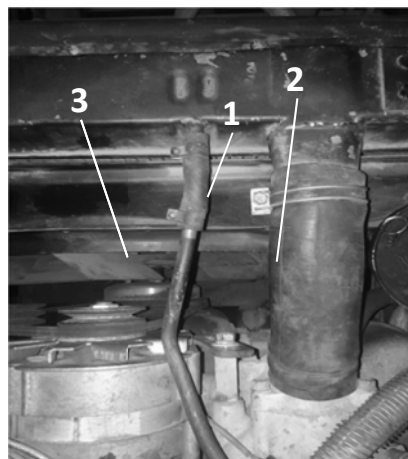
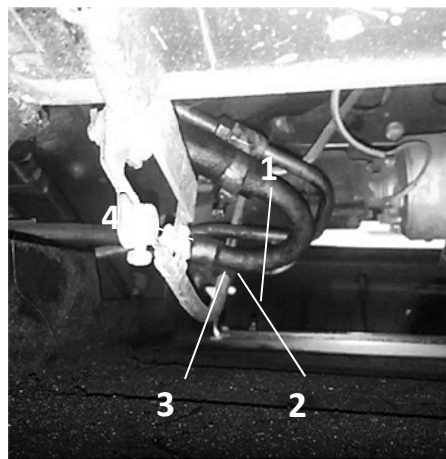
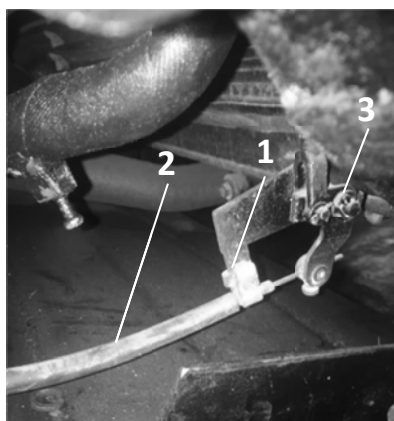

Рис. 4.7. Верхний патрубок радиатора:
Рис. 4.8. Тяга крепления радиатора:
Рис. 4.9. Привод жалюзи радиатора:
<p>13.3. Ослабьте хомут 1 (рис. 4.7), отсоедините от радиатора патрубок 2 и пароотводящую трубку 3</p> <p>13.4. Отсоедините крепления кронштейна, шланга и снимите заливную воронку теплообменника предпускового подогревателя</p> <p>13.5. Отсоедините от радиатора шланг 1 (рис. 4.8) отопителя. Выверните болт 2 (правый) крепления масляного радиатора гидроусилителя рулевого управления. Отверните гайки 3 и 4 тяги крепления радиатора и снимите ее вместе с чашками, резиновыми подушками и распорными втулками</p> <p>13.6. Выверните второй болт 1 (рис. 4.9) крепления масляного радиатора гидроусилителя рулевого управления. Выверните болты 3 кронштейна и расшплинтуйте поводок 2 привода жалюзи</p>	<p>Отвертка</p> <p>Ключ 13 мм, отвертка</p> <p>Отвертка, ключи 13, 17 мм, накидной ключ 17 мм</p> <p>Ключи 10, 13 мм, плоскогубцы, сменная головка 13 мм и вороток</p>
36.10. Подсоедините к радиатору и закрепите патрубок 2 (рис. 4.7) и пароотводящую трубку 3	Отвертка
36.14. Установите тягу крепления радиатора, распорные втулки, подушки, чашки и заверните ганки 3 и 4 (рис. 4.8) крепления тяги	Ключ 17 мм, накидной ключ 17 мм